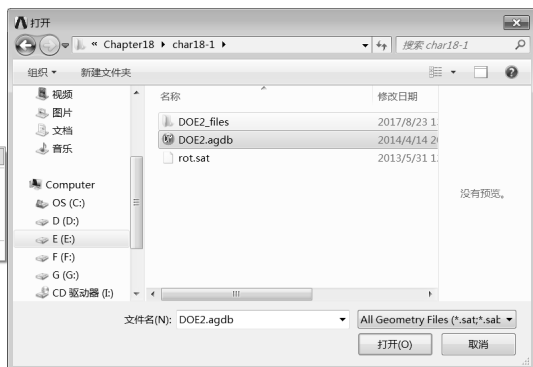

图 18-4 选择文件
Step2 :选择文件路径,如图 18-4 所示,选择文件 DOE2.agdb,并单击“打开”按钮。